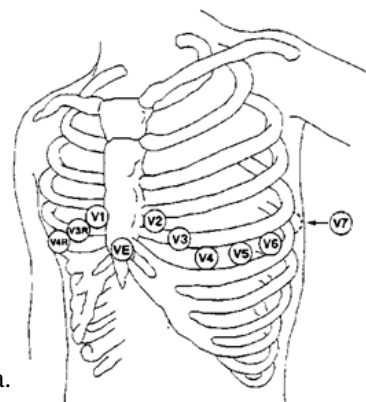

Figura 11-3 Posizioni per posizionare gli elettrodi della derivazione toracica a 5 derivazioni
Per la configurazione degli elettrodi a cinque derivazioni, impostare l'elettrodo della derivazione toracica (V) in una delle seguenti posizioni (Figura 11-3):